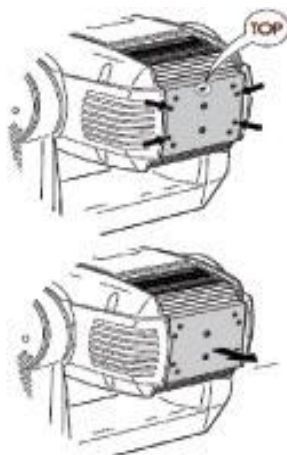

图 4: 灯泡装置
2. 如图 4，拧松后面板箭头所示的 3 颗螺丝。以适当的速度向后平直完全地拉出灯泡装置。